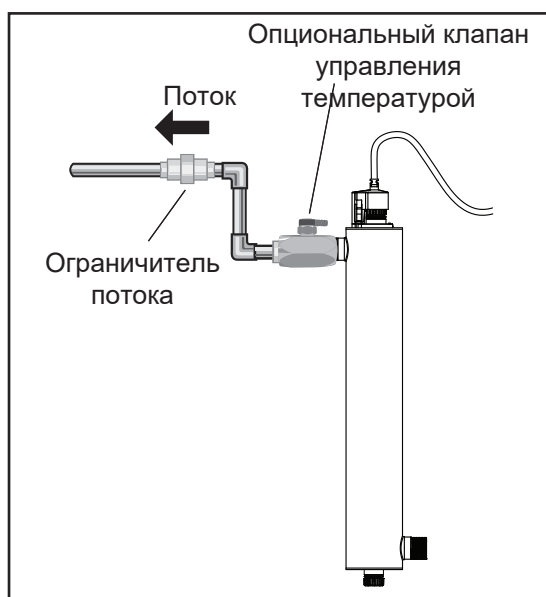

Рисунок 4 Ограничитель потока
- Прикрепите систему к стене с помощью хомутов из комплекта поставки. Для подключения источника воды к системе могут использоваться различные способы, но рекомендуется использовать соединительные муфты. Использование устройства ограничения потока поможет поддерживать номинальный расход изготовителей. Ограничитель потока необходимо устанавливать на выходном отверстии и только в одном направлении. Убедитесь, что поток воды соответствует направлению, указанному на ограничителе потока. См. Рисунок 4.